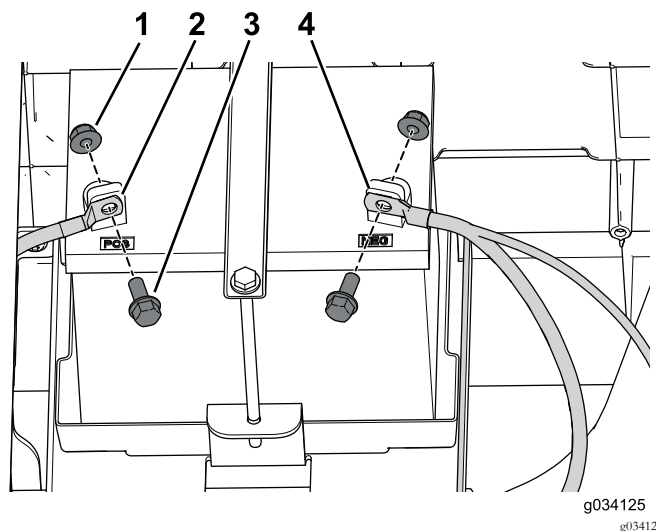

图10
- 如图10所示先后从电池上断开负极 (-) 接线和正极 (+) 接线。